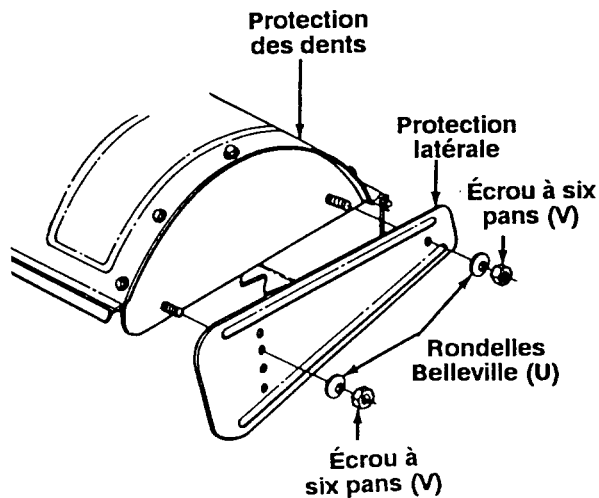

FIGURE 15
24. Assemblez les protections latérales sur la protection des dents avec les rondelles Belleville (U) (côté creux contre les protections latérales) et les écrous à six pans (V), comme à la figure 15. Les protections latérales s'ajustent verticalement selon le réglage du guide de profondeur. Voir le chapitre «Utilisation du motoculteur», à la page 9.